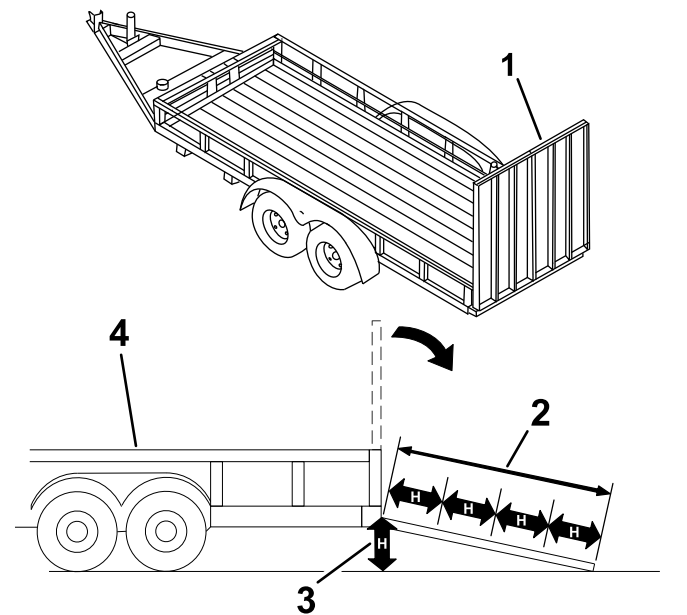

Bild 25
Das Laden einer Maschine auf einen Anhänger oder einen Lastwagen erhöht die Umkipppgefahr und könnte schwere oder tödliche Verletzungen verursachen (Bild 25).
3. Die Rampe absenken (Bild 25).